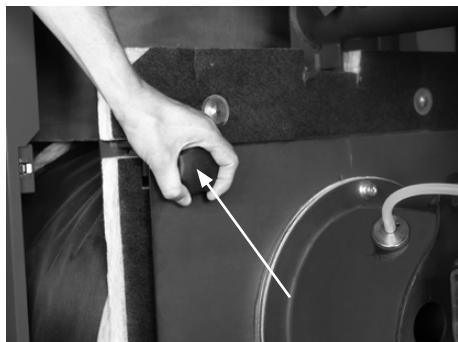

Fig. 09
10. Aprire lo sportello della camera di combustione (2 manopole a stella BioLyt (50), 4 manopole a stella BioLyt (70,75) Fig. 09). Accertarsi che tutte le parti si siano sufficientemente raffreddate! Indossare i guanti di protezione.